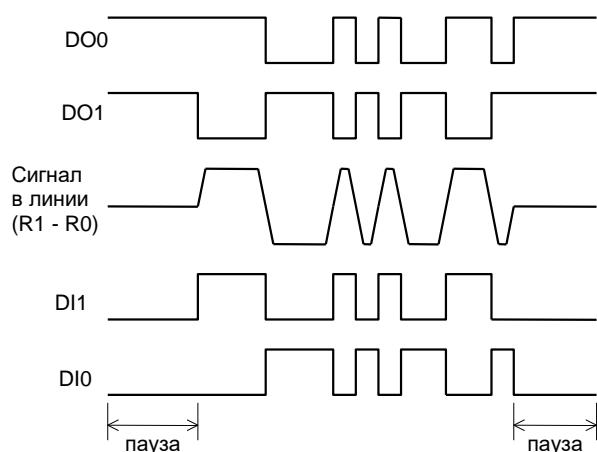

Рис.2 Соответствие сигнала в линии
- интерфейс Harris с кодером/декодером (см. рис.2).